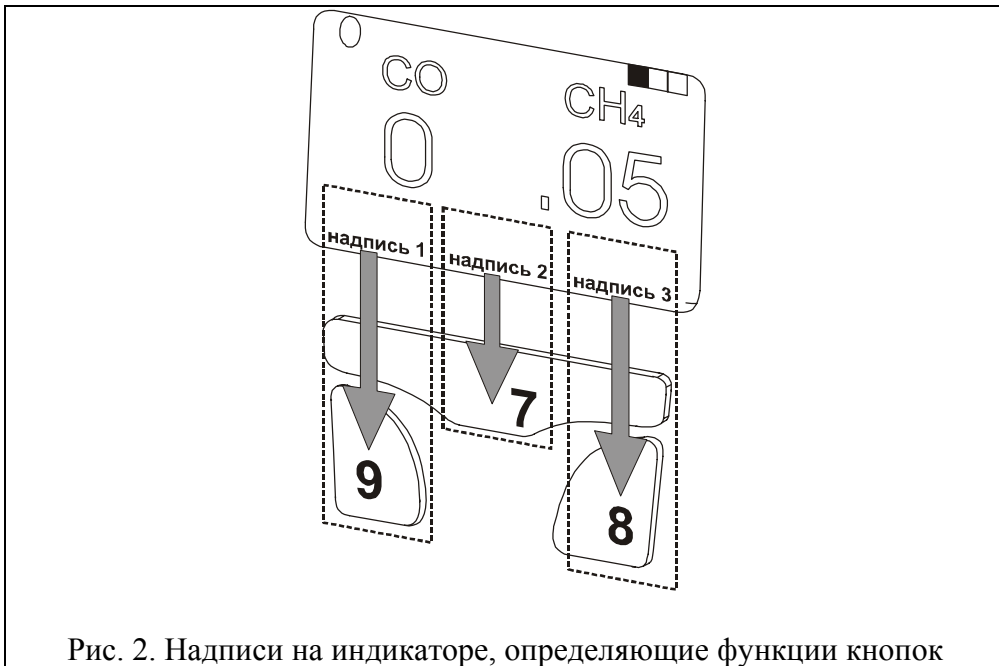

Рис. 2. Надписи на индикаторе, определяющие функции кнопок
1.7.6.1. Расположение на индикаторе надписей, определяющих функции кнопок, показано на рис. 2.
ВНИМАНИЕ! Установку нуля рекомендуется производить при включении газоанализатора или при резком изменении условий эксплуатации прибора. Для установки нуля нажмите кнопку ДА (соответствует позиции 7 на рис. 2). Начинается процесс установки нуля на воздухе. Индикатор приобретает следующий вид:
Для отказа от проведения нуля на воздухе нажмите кнопку НЕТ (соответствует позиции 9 на рис. 2. Газоанализатор переходит в режим измерения.
Последовательный просмотр информации и переход в режим измерения производится последовательным нажатием кнопки 9 (см. рис.2) В режиме измерения кнопке 9 соответствует надпись на индикаторе ИНФО.